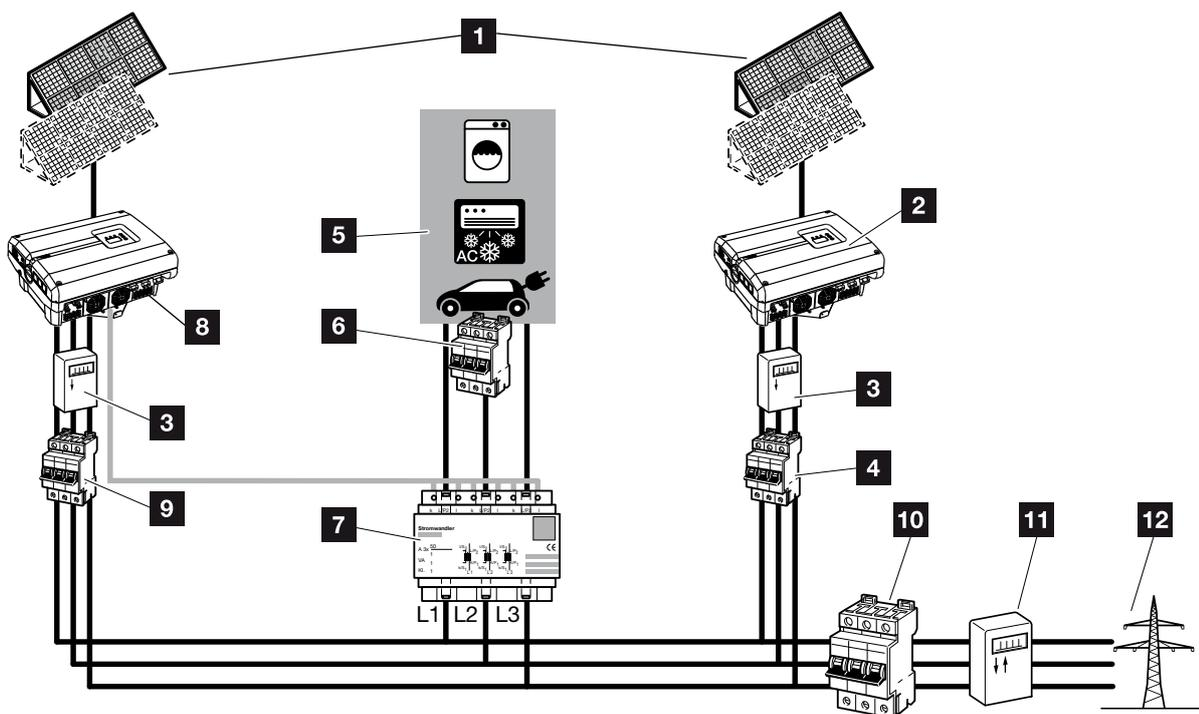
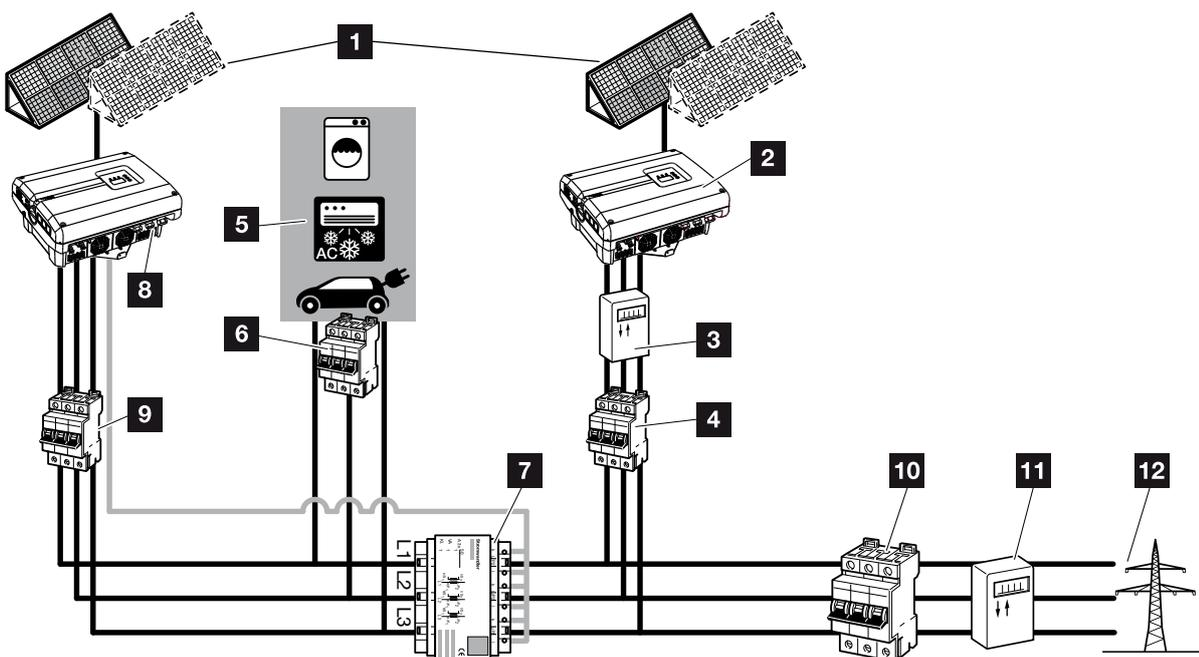

Fig. 77: Ligação de vários inversores - Posição do sensor de corrente no modo 1 - Dados de consumo da casa (possível a partir de PIKO 4.2)
Fig. 78: Ligação de vários inversores - Posição do sensor de corrente no modo 2 - Dados de consumo de rede (possível a partir de PIKO 4.2)
2. Integre o inversor no sistema conforme indicado nas figuras  **Fig. 77, Fig. 78** e ligue de modo adequado